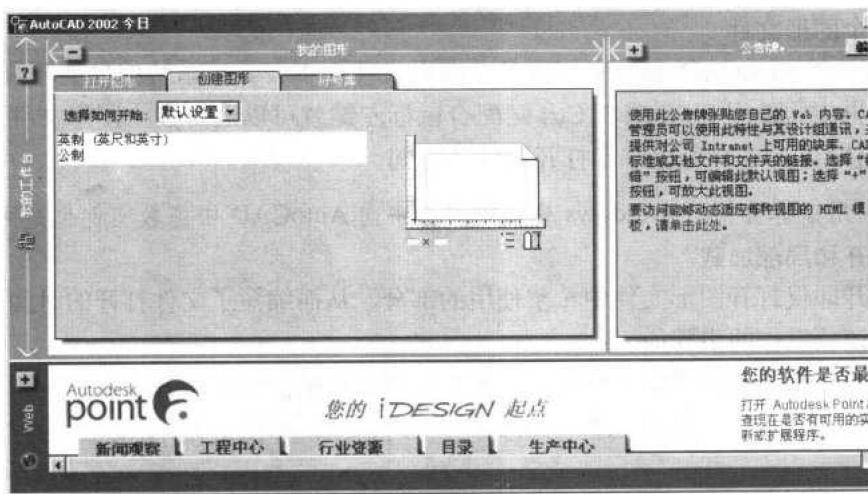

图 1-5 创建新图的对话框
(1) 执行“文件 / 新建”命令，打开如图 1-5 所示的对话框。单击“创建图形”标签，在得到的选项卡中可以设置即将新建的图形文件的属性。